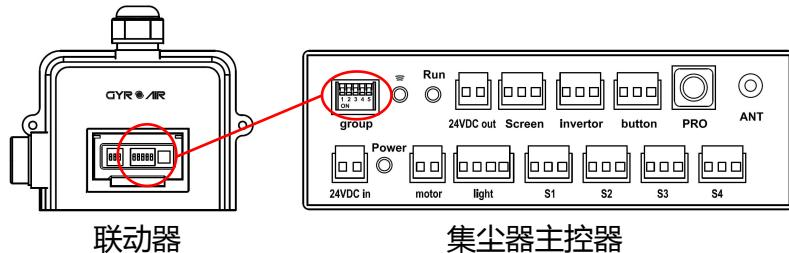

图 7
- 2) 如图 7 所示 , 将联动器上拨码开关值调整至与主控器拨码开关值一致。